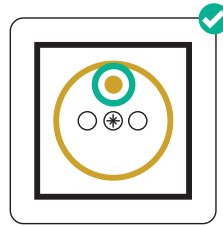
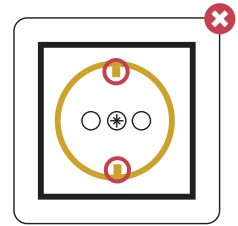

fig. 1
fig. 2
- Alle stopcontacten zijn voorzien van een aangesloten penaaarding **zie fig. 1** (randaaarding is verboden in België **zie fig. 2**) en zijn van het kindveilige type, zodat metalen voorwerpen - zoals een ijzerdraadje - niet in het stopcontact gestoken kunnen worden.